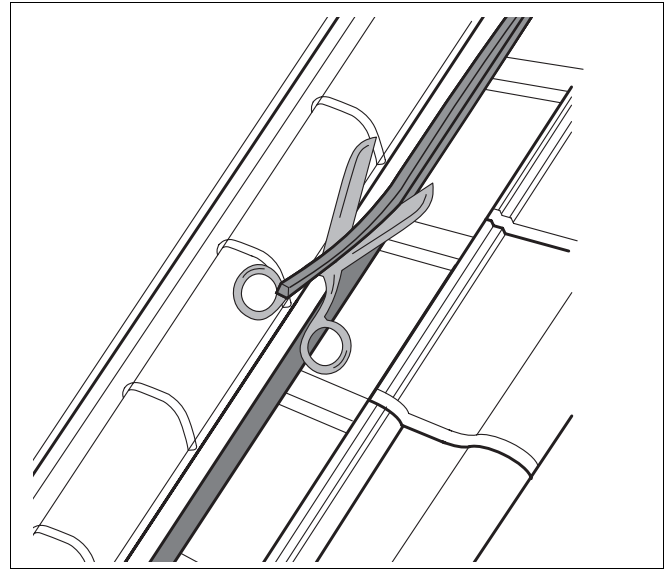

Abb. 62 Dreieckdichtband zuschneiden
- Falls erforderlich, das Dreieckdichtband vor dem Eindecken zuschneiden (Abb. 62).